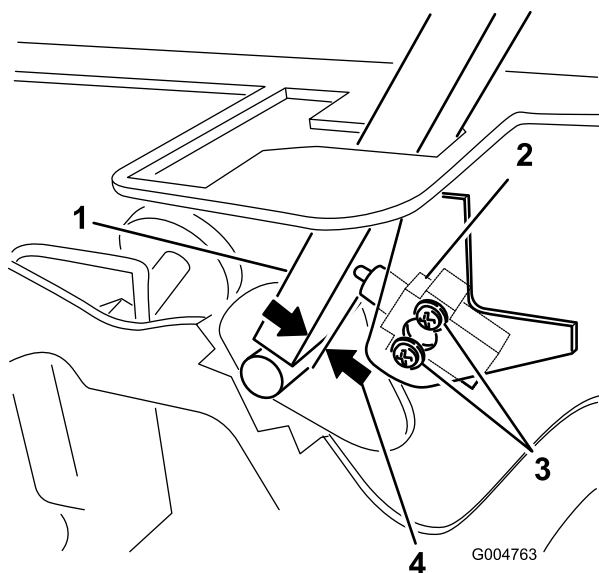

Figura 48
3. Afloje los 2 tornillos que fijan el interruptor de seguridad (Figura 48).
4. Sujetando la palanca de control contra el bastidor, mueva el interruptor hacia la palanca hasta que la distancia entre la palanca y el cuerpo del interruptor sea de 0,4 a 1 mm, tal y como se muestra en la Figura 48.